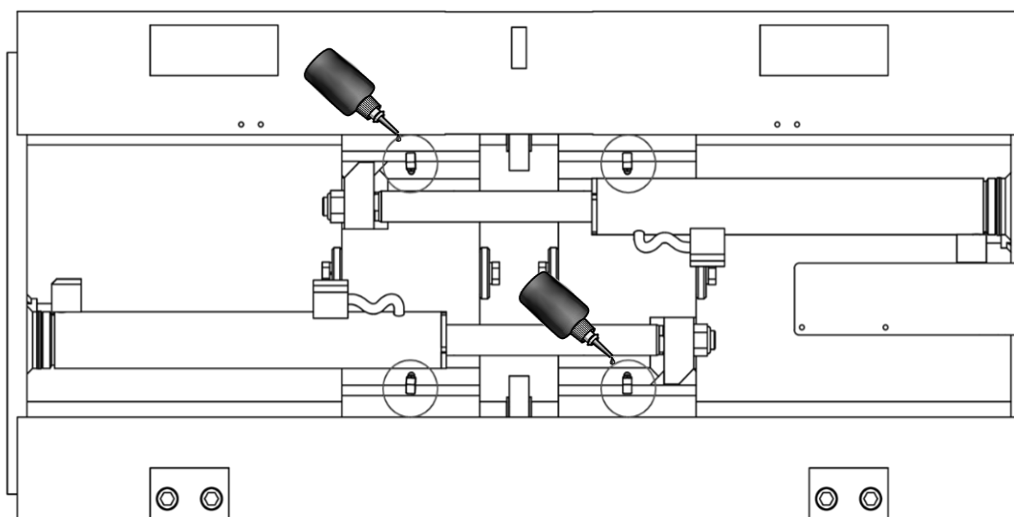
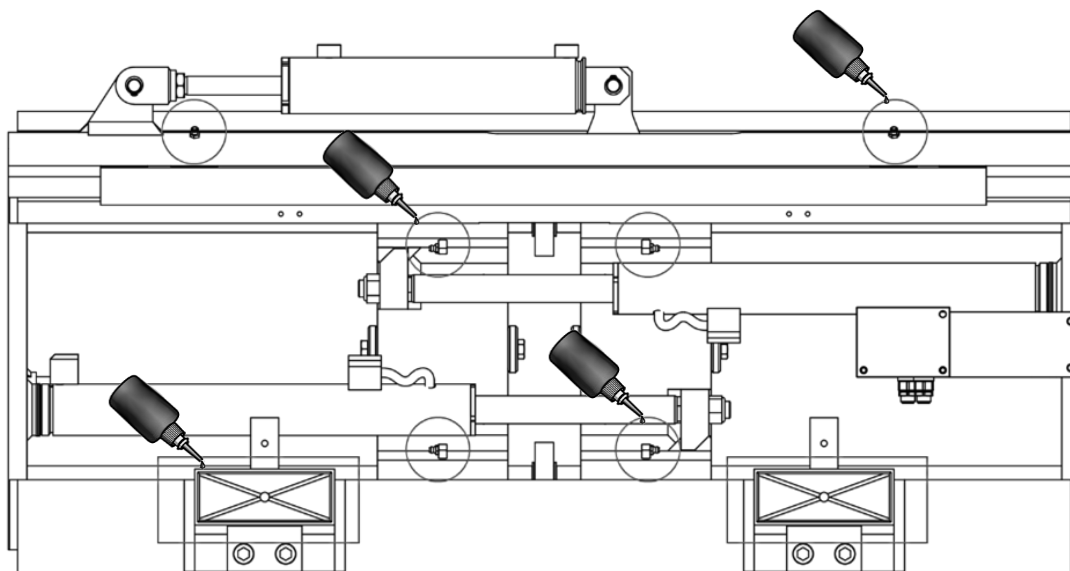

Figura 24
Figura 25
1. Lubrique los componentes deslizantes con los engrasadores especiales (mira *Figura 24* y *Figura 25*).
2. Lubricar las deslizaderas y la barra deslizante relativa (mira *Figura 25*, para tipos con *s/s*).